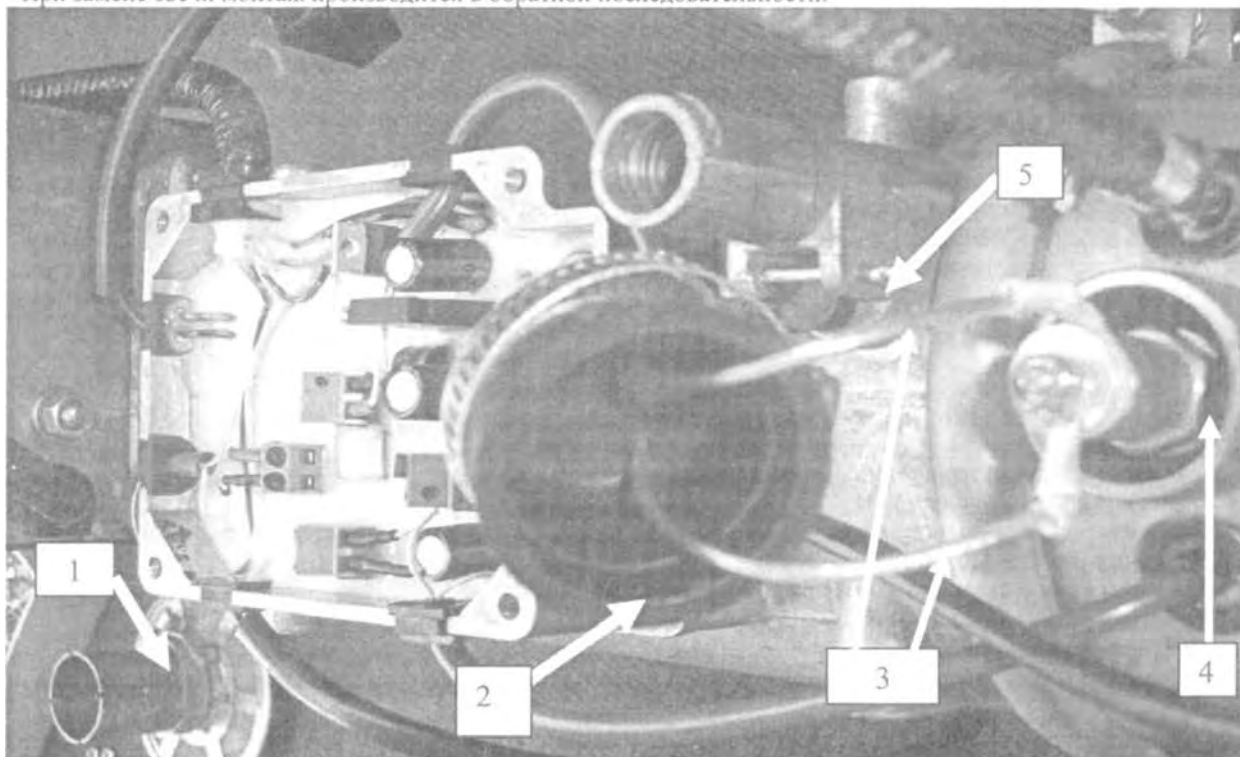

Рис. 226 Демонтаж свечи
-снять воздухозаборник поз 1, резиновую заглушку поз 2, закрывающий свечу, и отсоединить подходящие провода поз.3, идущие к свече поз. 4 (см. Рис. 226)
Демонтаж датчика температуры проводить следующим образом (см. поз.5 Рис. 226):